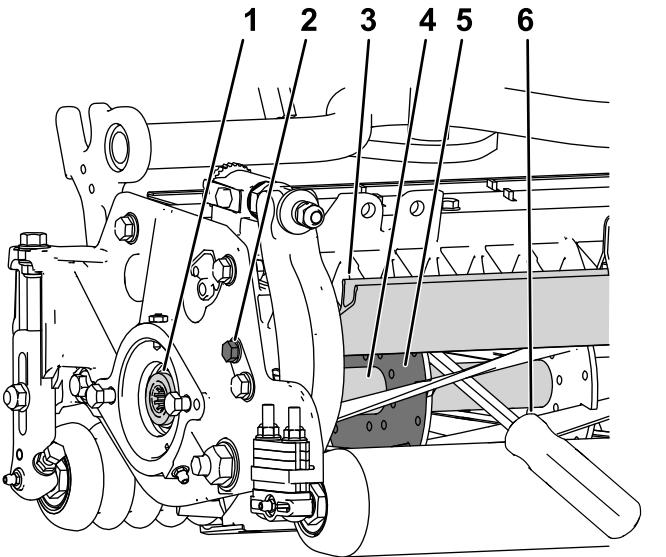

Bild 31
durch die Rückseite der Spindel, nahe an der Seite der Schneideeinheit, die Sie anziehen werden (Bild 31).
- Setzen Sie das Hebeleisen gegen die Schweißseite der Spindelhalterung (Bild 31).
- Lösen Sie die Schraube des Schutzblechs auf der linken Seite des Mähwerks und heben Sie das Heckschutzblech an (Bild 31).